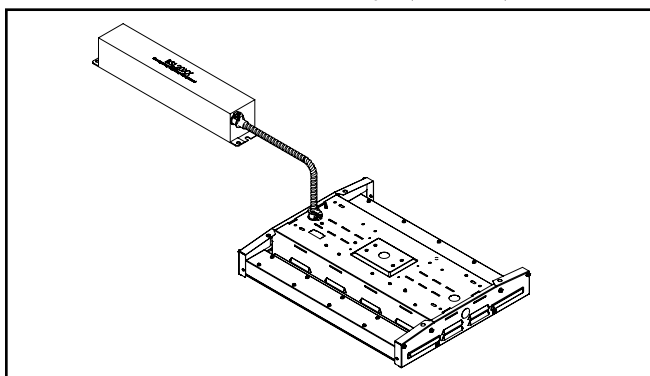

Figura 1.
2. Suspenda la luminaria como mínimo a 18" [457 mm] por debajo del cielo raso y coloque las baterías horizontal o verticalmente en la estructura de la construcción o en algún otro accesorio de montaje. (Figura 1.)